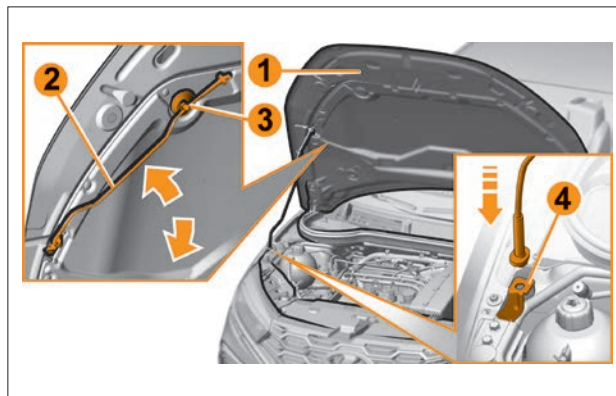

Рис. 6.2.3. Установка упора капота
3. Поднимите капот **1** (рис. 6.2.3) и установите упор **2** за пластмассовый наконечник из фиксатора **3** в специальное гнездо **4**. Для удобства фиксации при этом не рекомендуется чрезмерно отводить капот (более 10 сантиметров) от верхнего конца выставленного упора **2**.